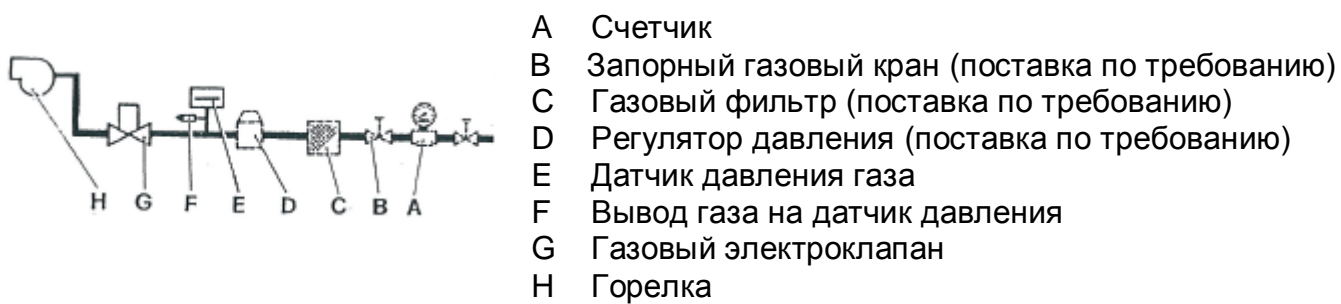
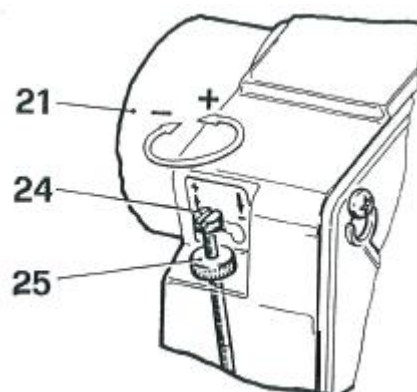
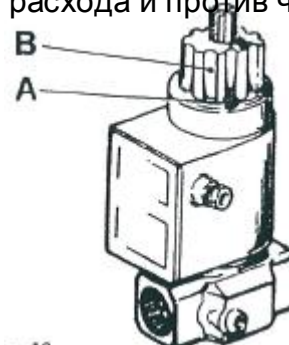

Рис. 5
Рис. 9
Рис. 13
- форсунка (28), установленная на горелке, имеет пропускную способность, соответствующую котлу
- воздух спущен из газового трубопровода через выпускной патрубок давления (F) (Рис. 5)
- Закройте запорный газовый кран (B) (Рис. 5 на стр. 3).
- Спустите из трубопровода газ, ослабив выпускной патрубок давления (F) (Рис. 5)
- Нажмите кнопку сброса блокировки (17).
- Откройте запорный газовый кран (спустите воздух из выпускного патрубка давления (F) (Рис. 5).
- После включения горелки отрегулируйте расход газа регулятором (см Рис. 13) и количество поступающего воздуха поворотом винта (24) (Рис. 9).
- Следите за расходом газа по счетчику (А) (Рис. 5) газовой компании.